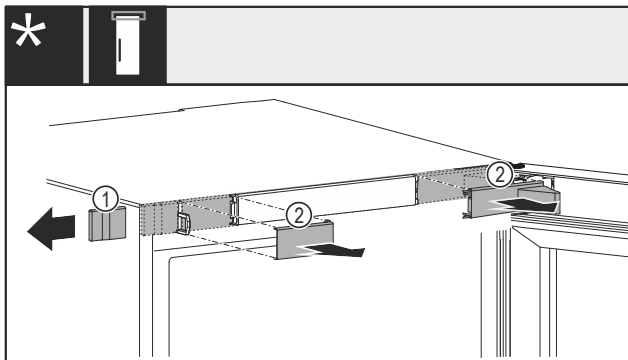

Fig. 13 З механічним або електричним замком*
- ▶ Обережно зніміть кришку Fig. 13 (1) збоку.*
- ▶ Обережно зніміть кришку Fig. 13 (2) рухом уперед.*